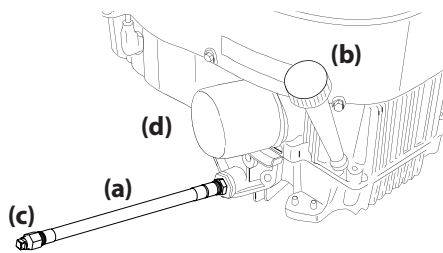

Figure 40
1. Repérez le boyau de vidange d'huile (a) sur le côté du moteur. Voir Figure 40.
2. Placez un récipient adéquat d'une capacité minimum de 2,37 l (2,5 quarts) sous l'extrémité du boyau de vidange d'huile pour recueillir l'huile usée. Enlevez le bouchon de remplissage et la jauge d'huile (b) du tube de remplissage d'huile. Voir Figure 40.
3. Tenez l'extrémité libre du boyau de vidange d'huile au-dessus du récipient collecteur, puis dévissez le bouchon à tête carrée (c) du boyau de vidange d'huile. Voir Figure 40. Vidangez l'huile du moteur dans le récipient.
5. Retirez le filtre à huile et laissez l'huile s'écouler dans le récipient. Voir Figure 40.
6. Remplacez le filtre à huile (d) et remplissez le moteur avec de l'huile neuve selon les instructions de la notice d'utilisation du moteur. Voir Figure 40.